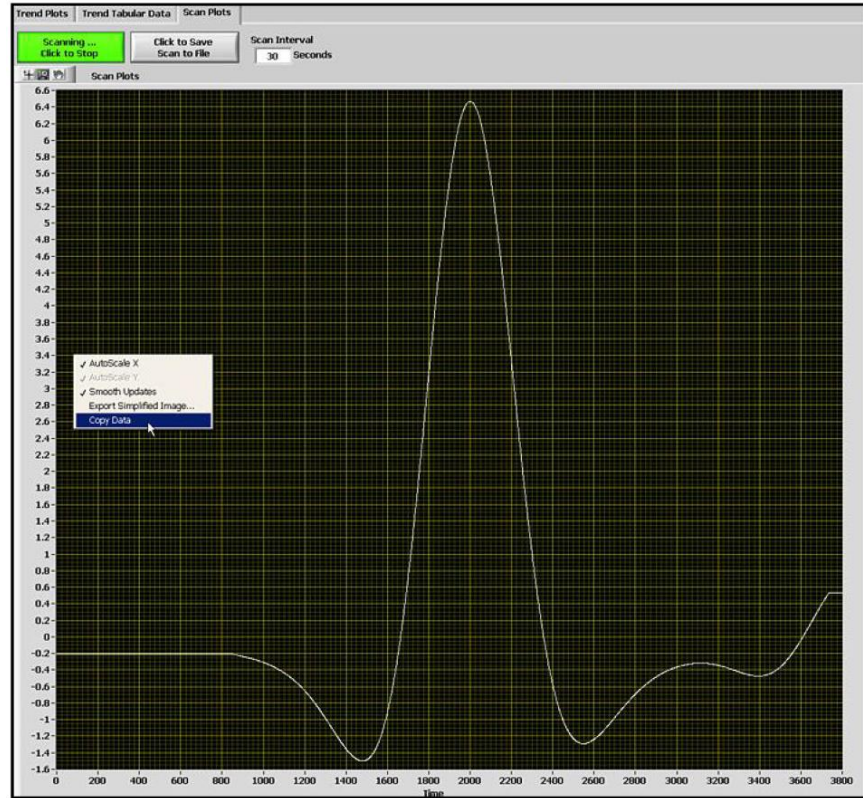
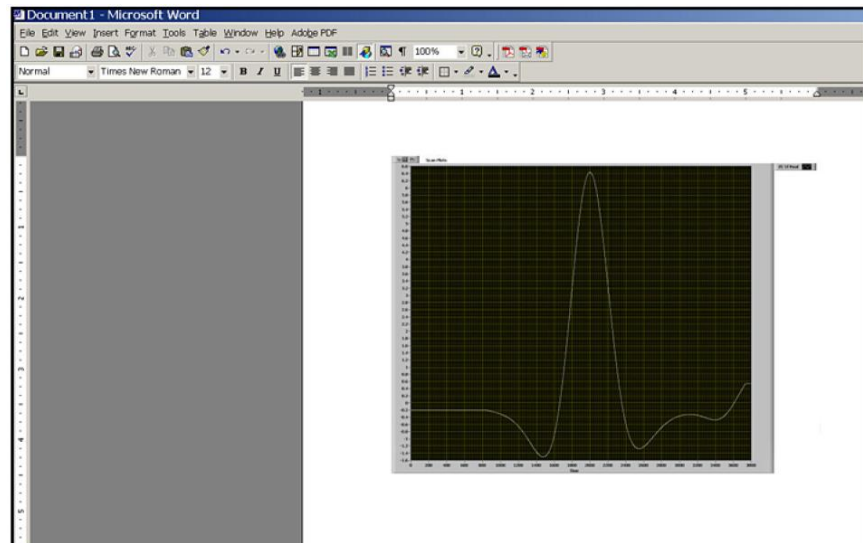

図 46 : テレンドプロットのコピー
図 47 : テレンドプロットのペースト
4. **AuroraView** から、トレンドプロットのコピー＆ペーストが行えます（下の図 46と図 47を参照）。本操作は、データエリアを右クリックして Copy を選択し、Microsoft Word などの別のアプリケーションにペーストするだけで簡単に行えます。